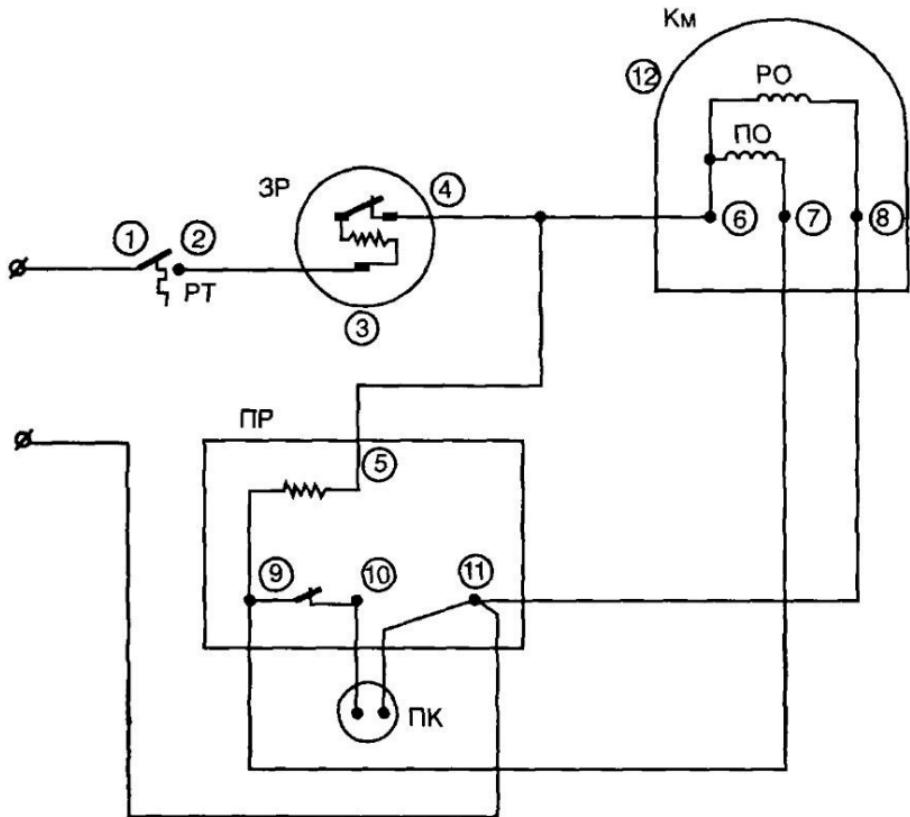

Рис. 125. Электрическая схема герметичного однофазного компрессора с пускозащитным реле напряжения (с двумя клеммами):
Для проверки схемы (рис. 125) выполняют следующие операции.
13.1.5. Проверяют цепь между точками 1 и 2 (см. рис. 125). Если цепь разомкнута, то контакты реле температуры открыты. Замыкают контакты, вращая рукоятку реле температуры. Если цепь замкнута, то проверку продолжают. Если при вращении рукоятки реле температуры цепь разомкнута, его заменяют.